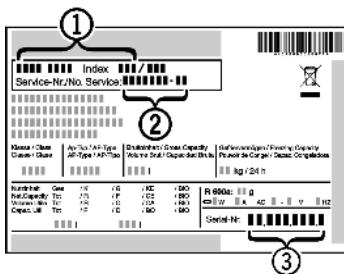

Fig. 53
- Прочетете от идентификационната табелка означението на уреда *Fig. 53 (1)*, сервисния № *Fig. 53 (2)* и серийния № *Fig. 53 (3)*. Идентификационната табелка се намира на лявата вътрешна стена на уреда.